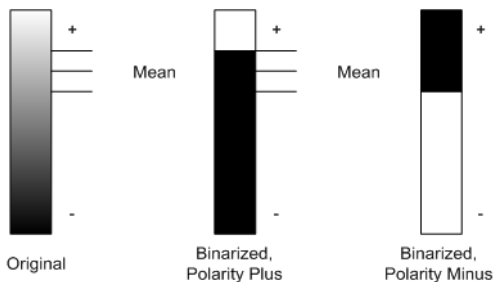

Figure 7-44 Polarité de binarisation
- b) Si la case **2 coup** n'est pas cochée et le paramètre **Polarité** (voir la Figure 7-44 à la page 399) est réglé à *Moins*, le composant de binarisation triera les données en fonction du seuil suivant :